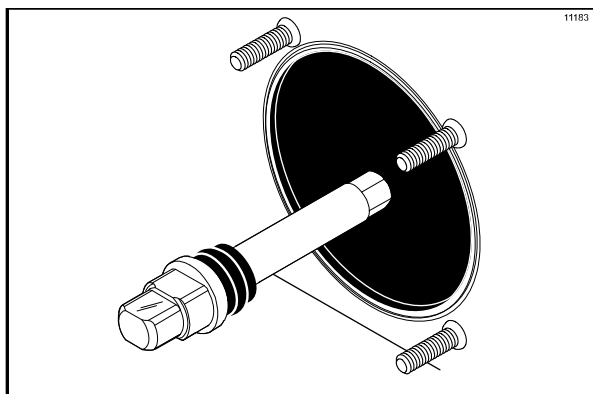

Рисунок 129
2. Вставьте приводной вал битера через задний подшипник в морозильный цилиндр и прочно закрепите шестигранный торец в муфте привода. (См. рис. 129)